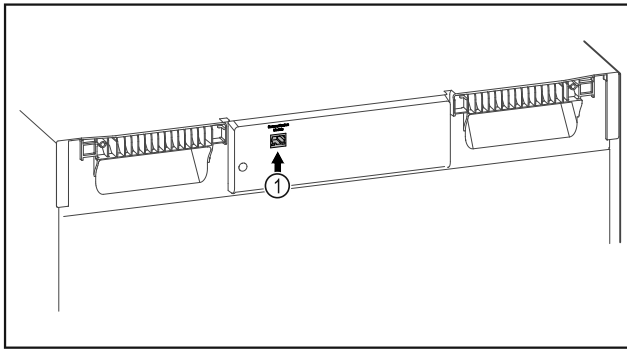

Fig. 83
- ❑ Está SmartModule Fig. 83 (1).